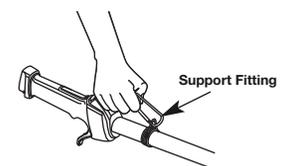

Fig. 5
3. Fije la presilla de los hombros a la unidad. (Fig. 5)